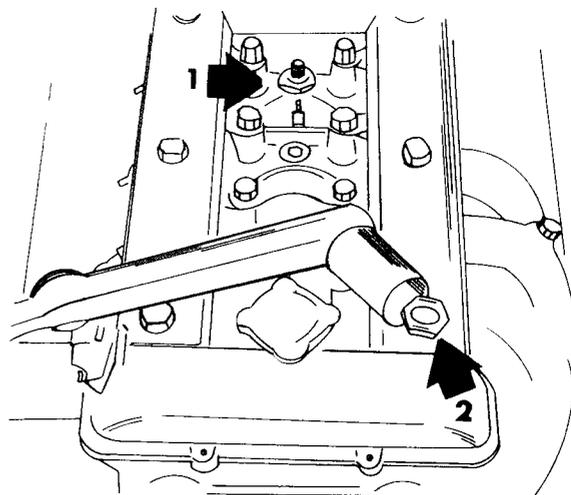

Bild 12
- Die Schrauben des Nockenwellengehäusedeckels an der Vorderseite entfernen. Die verbleibenden Schrauben haben eine besondere Form und normalerweise wird ein Spezialschlüssel (A.5.0180) zum Lösen verwendet. Dabei handelt es sich um einen Aufsatz für die Schrauben, auf den man eine Stecknuss aufsetzt. Falls das Werkzeug nicht zur Verfügung steht (siehe Bild 12), kann man einen passenden Gabelschlüssel verwenden.